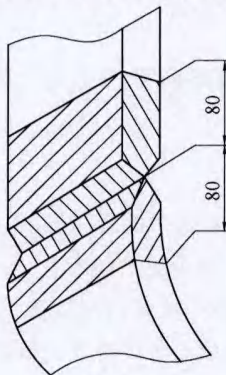

图6 焊接预热范围
(1) 定位焊 在平台上将工件组对好,采用 ER50—6 焊丝,焊接电流150A左右,电弧电压22V,气体流量12L/min。定位焊完时,如果焊点过大,须用砂轮修磨圆滑。
(2) 焊缝预热 焊缝预热采用氧乙炔焰,要均匀覆盖,预热位置如图6所示,预热温度为150℃。